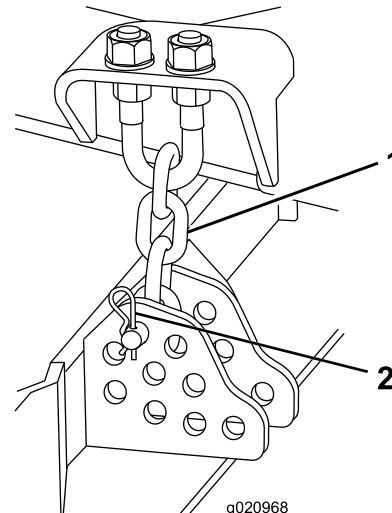

Figura 17
- Retire la chaveta y el pasador que fijan las cadenas de ajuste de la altura de corte a la parte trasera de la unidad de corte (Figura 17).